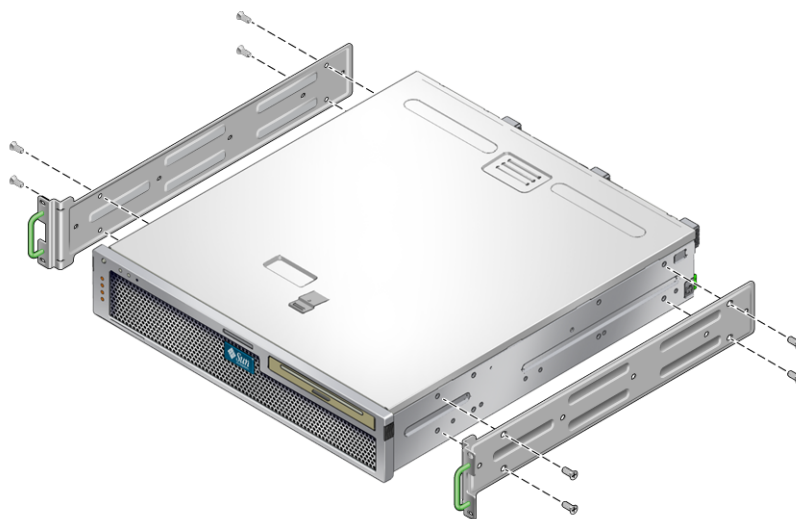

FIGURE 3-2 Fixation des supports de montage fixe au serveur
2. À l'aide de quatre vis cruciformes à tête plate M5 x de 8 mm fournies, fixez chacun des supports de montage fixe de part et d'autre du serveur (FIGURE 3-2).